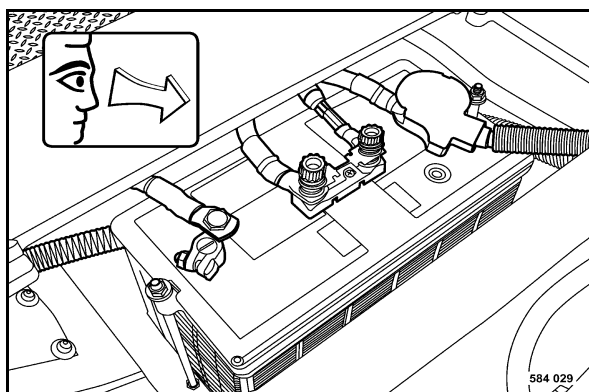

Fig. 150
- Retirer la batterie (Fig. 150) et nettoyer le caisson.